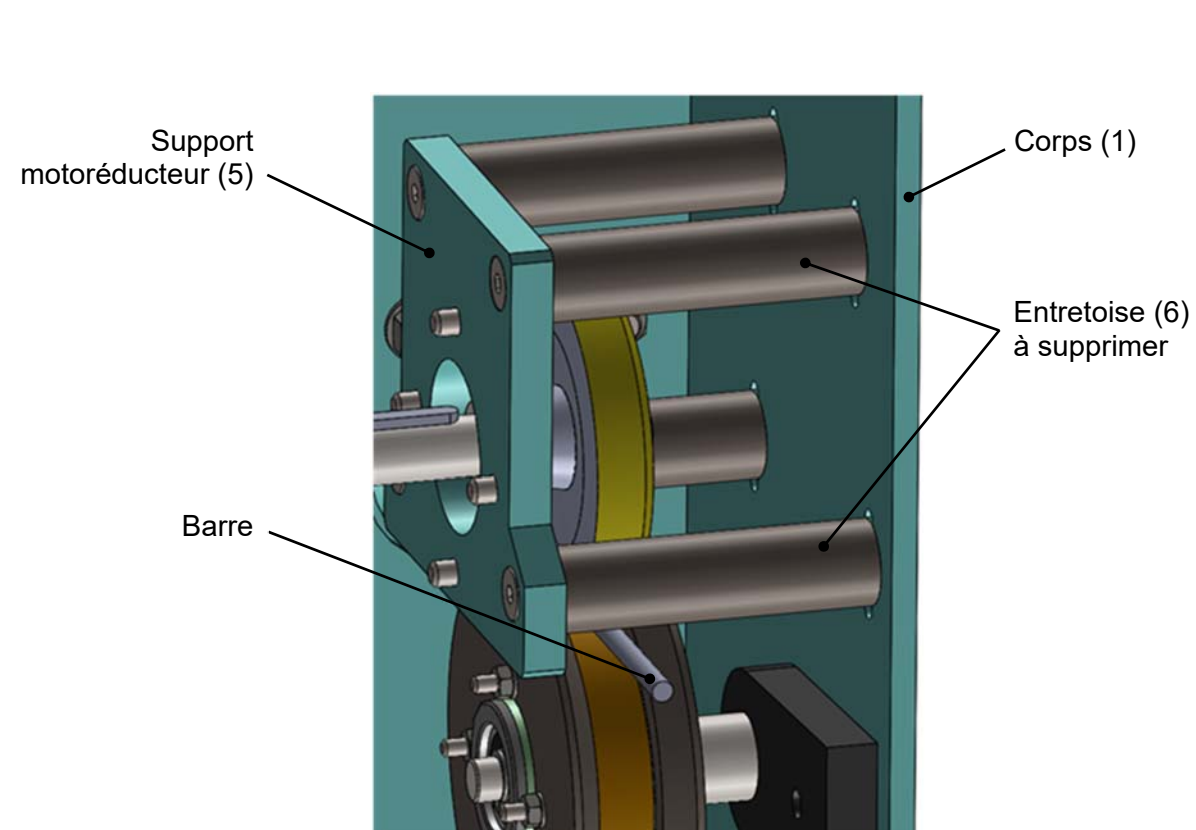

Figure 1
- en vue de face (voir Figure 1 page 20/23) ;